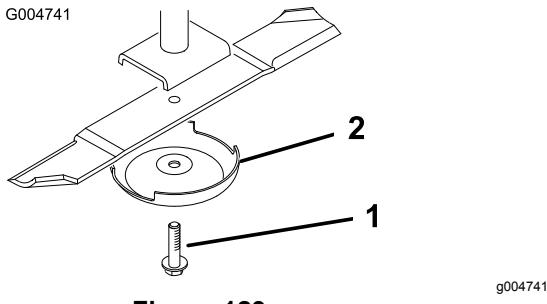

Figura 129
3. Togliete il bullone, la coppa antistrappo e la lama dall'asse del mandrino (Figura 129).